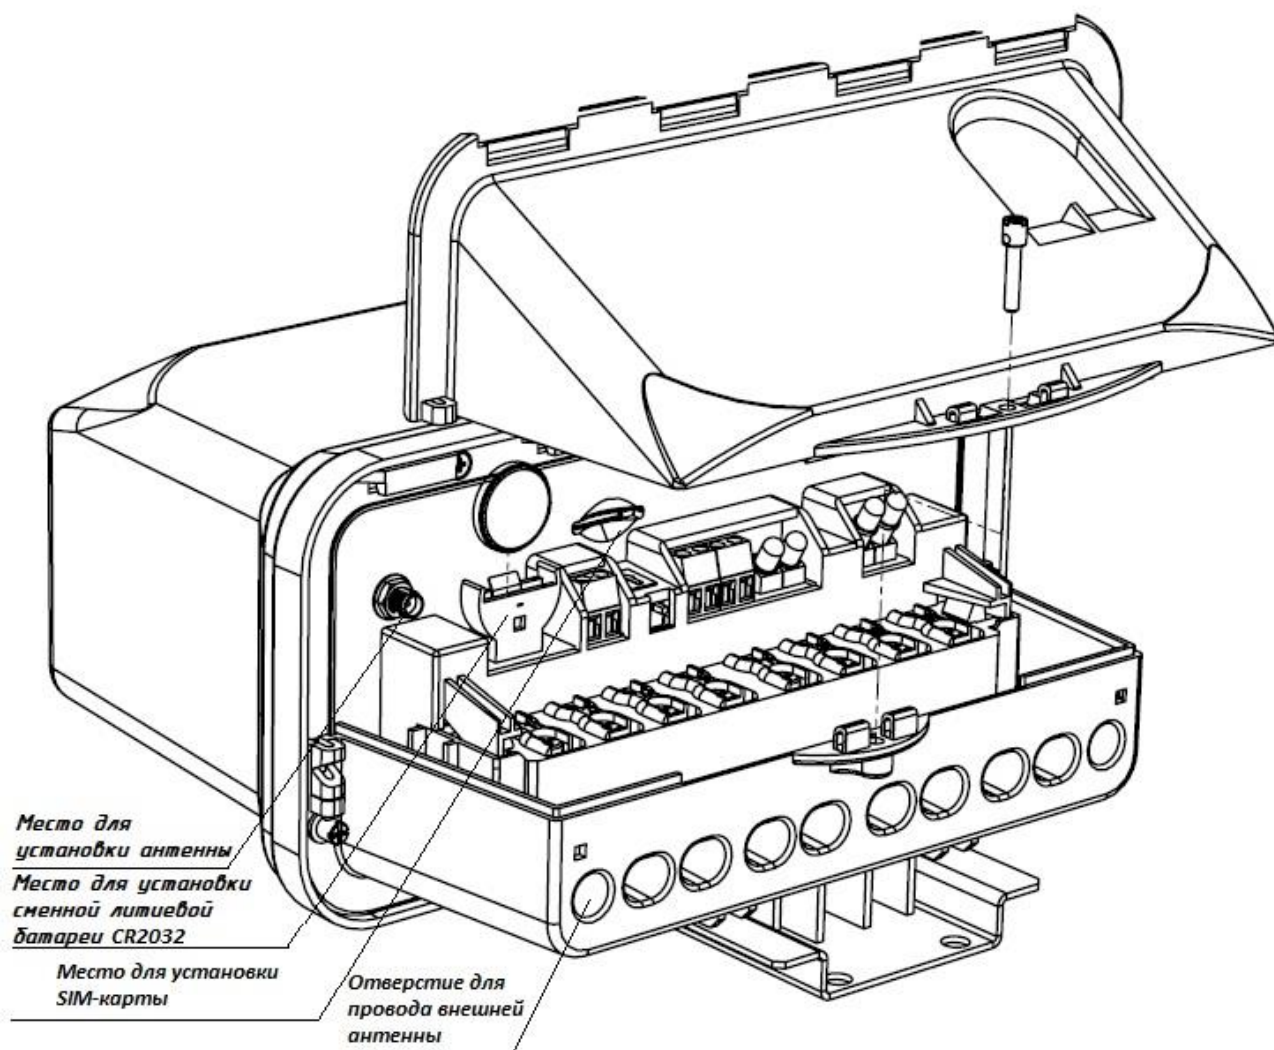

Рисунок 20 - Расположение батареи CR2032 и SIM-карты в измерительном блоке счетчика в корпусе SPLIT
4.3.3.2 У счетчиков с интерфейсом GSM подключить антенну GSM, кабель внешней антенны рекомендуется продеть через отверстие в клеммной крышке измерительного блока (рисунок 20).